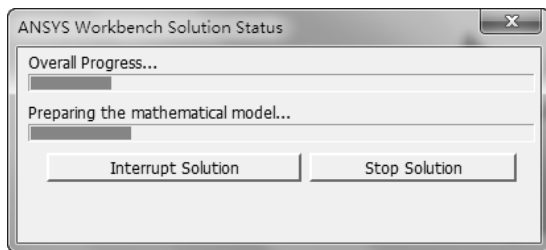

图 12-33 求解进度条
1) 单击工具栏上的【Solve】按钮  Solve ▾，启动求解，系统弹出进度条，表示正在求解。求解完成后进度条自动消失，如图 12-33 所示。